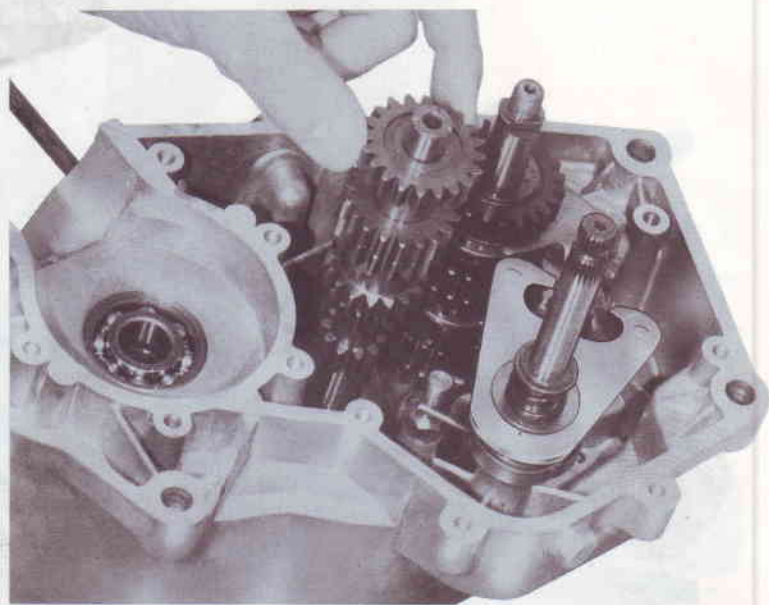

Fig. 32 - Remontage de l'arbre primaire
- Remonter l'arbre primaire dans roulement et pousser à fond, en s'assurant que les dents des pignons correspondent avec celles des pignons de l'arbre secondaire, au besoin, tourner le tambour de sélection, (Fig. 32)